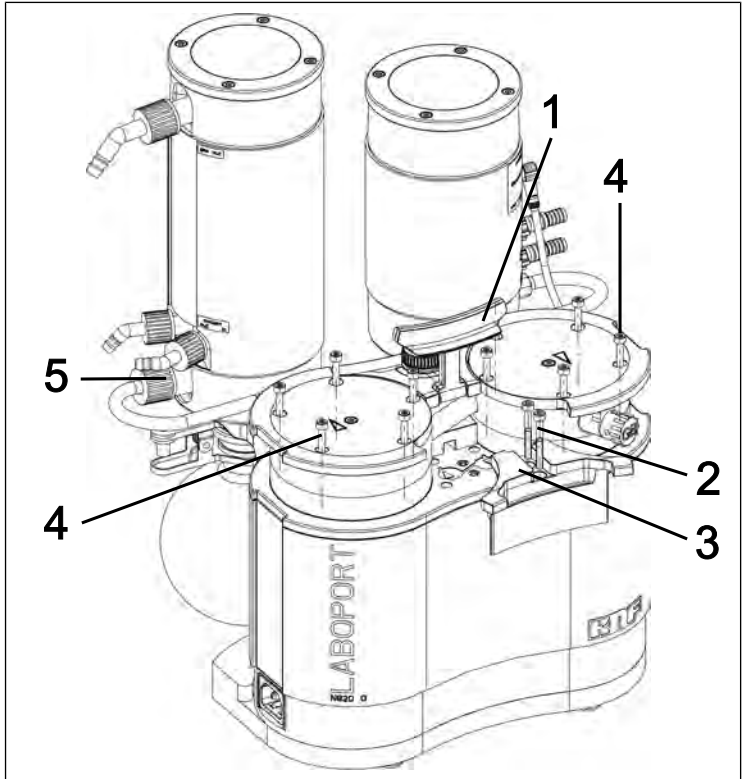

Afb.24: Slangverbinding losdraaien
3. Draai de wartel van de slangverbinding (**1/Afb. 24**) op de afscheideradapter los.
**i** Gebruik voor het losdraaien van de wartelbevestiging van de slangverbinding afscheider (**1/Afb. 24**) indien nodig een steeksleutel nr. 14.
10. Schroef de wartel van de slangverbinding afscheider (**1/Afb. 24**) op de afscheideraansluiting er tot aan de aanslag in.
- i** Gebruik voor het aanhalen van de wartel van de slangverbinding afscheider (**1/Afb. 24**) indien nodig een steek-sleutel nr. 14